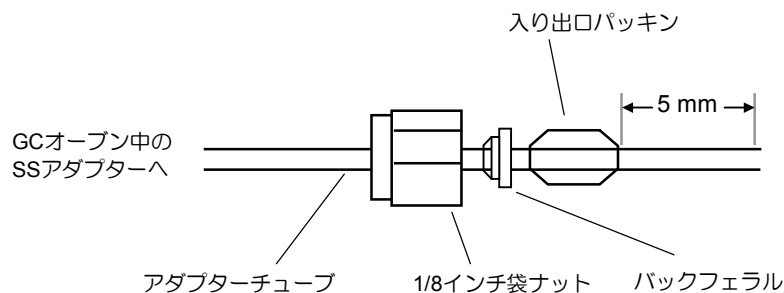

Fig. 3.3 1/8 インチ袋ナットと穴あきシリコンゴムパッキンの取り付け
- ② アダプターチューブ先端に 1/8 インチ袋ナット、バックフェラル、入り出口パッキンの順に通します。入り出口パッキンはアダプターチューブの先端から約 5 mm の位置に合わせてください (Fig. 3.3)。